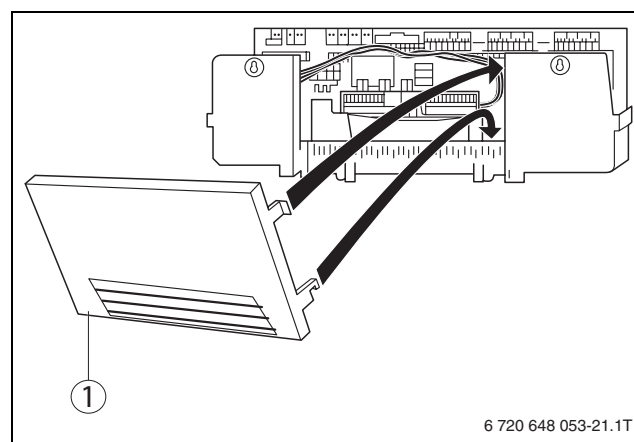

Рис. 24 Подготовка кабельного прохода
- ▶ При необходимости выломайте или вырежьте заглушки в задней стенке (→ рис. 24, [1]).